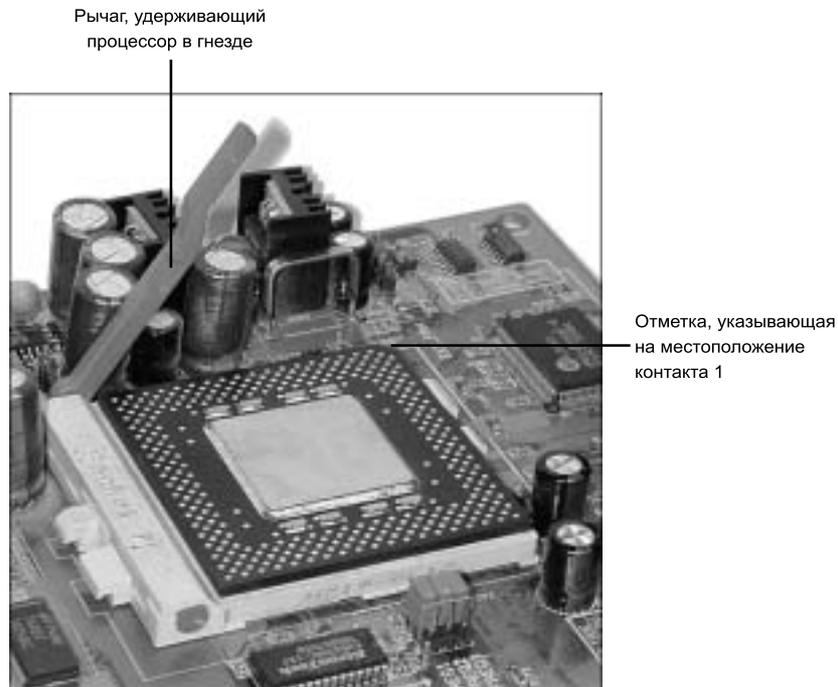

Рис. 23.4. Опущенный рычаг удерживает процессор, установленный в гнездо ZIF. Срезанный угол процессора указывает местоположение контакта 1
- Для разъемов *pin socket* найдите на процессоре контакт 1: обычно один из углов микросхемы слегка скошен или помечен точкой, возле него и находится этот контакт. Затем найдите контакт 1 в ZIF-гнезде для процессора, находящемся на системной плате. Теперь нужно поднять рычаг и поместить микросхему в разъем, совместив контактные выводы с соответствующими отверстиями. Если процессор в разъем не входит, проверьте, правильно ли он ориентирован и совпадают ли контакты. Когда процессор войдет как следует, опустите зажимающий рычаг, чтобы зафиксировать микросхему в гнезде (рис. 23.4). Если теплоотвод не был закреплен на процессоре сразу, то теперь самое время его установить.